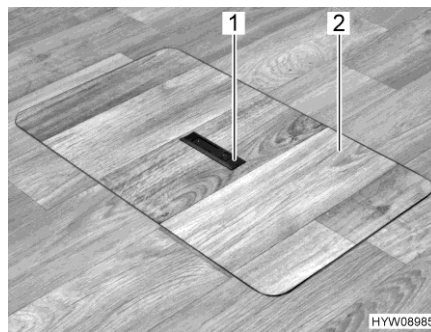
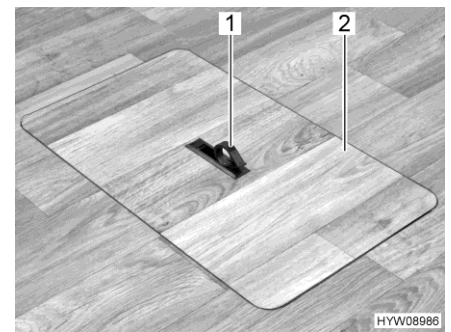

Fig. 82 Couvercle compartiment de rangement sous le plancher (poignée encastée)
Fig. 83 Couvercle compartiment de rangement sous le plancher (poignée pivotée vers l'extérieur)
- Pousser la plaque de la poignée (Fig. 82,1) vers le bas d'un côté. La poignée (Fig. 83,1) pivote vers le haut.
- Retirer le couvercle (Fig. 83,2) par le haut.
- Mettre le couvercle (Fig. 83,2) en place dans le cadre découpé dans le plancher.